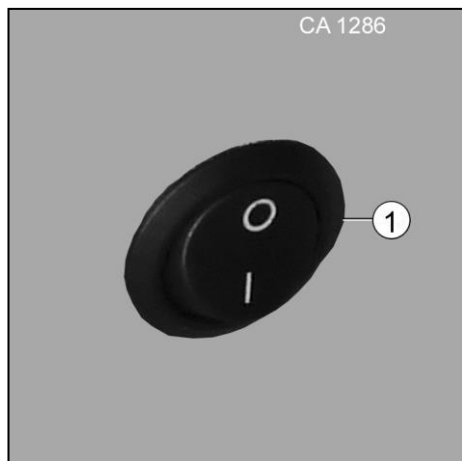

Fig. 114 Éclairage du double plancher
1. Allumer et éteindre l'éclairage du double plancher avec l'interrupteur (Fig. 114/1).